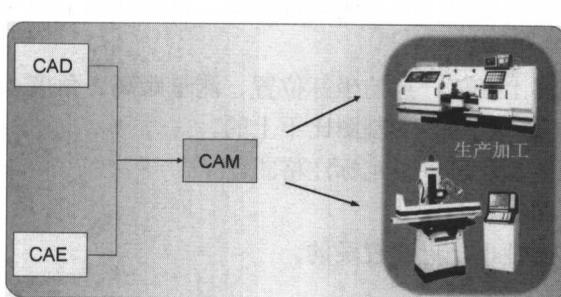

图 1-3
3. CAM (Computer Aided Manufacture): 是计算机辅助制造的意思，顾名思义就是把计算机应用于生产制造过程中，达到监视与控制的目的，不仅可以使产品精密度得到提高，还可由于生产自动化而大大降低人力成本，如图 1-3 所示。